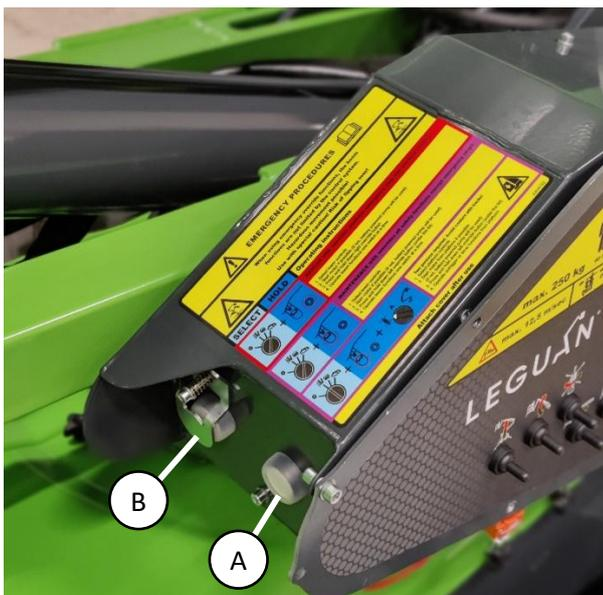

図 9. オーバーライドボタン
起こりうる緊急事態のために、高所作業車には積載制御とプラットフォーム非常停止ボタンオーバーライドボタンが装備されています(図 9(A))。このボタンは、**極めて緊急性の高い場合にのみ**使用してください。例として、運転者がプラットフォームで意識を失い、緊急停止ボタンが作動し、安全確保のために降下しなければならない場合などです。プラットフォームは、転倒モーメントを低減する方向(機械の中心方向)に移動させてください。**製造者は本機能の悪用について責任を負いません。**オーバーライドボタンは、下部操作盤の左側にあり、作動操作位置として下部操作が選択されている場合にのみ作動します。
3. 運転者に近い側にあるオーバーライドボタンを押し続けます(図 9(A))。
高所作業車には、想定される緊急態に備えて安全機能オーバーライドボタンが装備されています(図 9(B))。この機能によって、故障発生時でも走行、アウトリガー、ブーム機能を操作することが可能です。この機能は、例えばセンサが故障し、機械を安全な場所に移動して修理する必要があるといった場合に使用できます。**緊急の場合のみ、細心の注意を払って使用してください。**
3. 運転者から遠い側に位置する、蓋の下にあるオーバーライドボタンを押し続けます(図 9(B))。